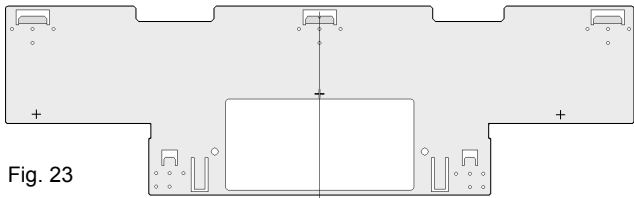
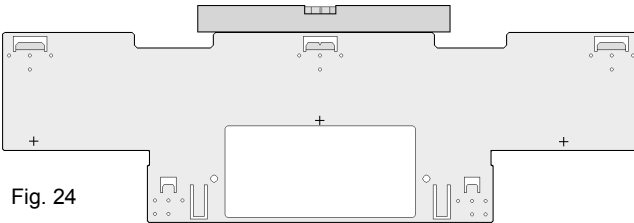

Fig. 23
Fig. 24
- Kontrollera att fästplåtens position är helt horisontell. Detta kan kontrolleras antingen med lod, fig. 23 eller med vattenpass, fig. 24.